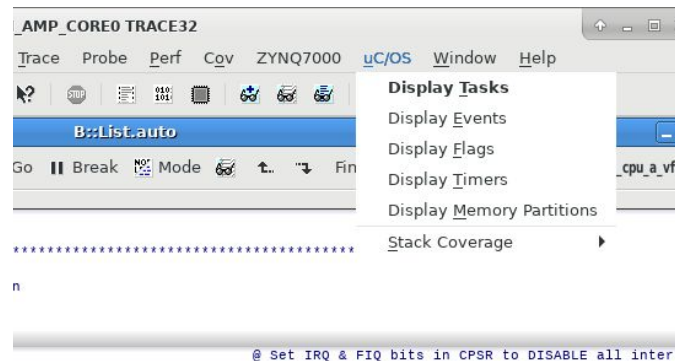

Abbildung 6.1.: Menü zum Inspizieren von Betriebssystemfunktionen
Die Lauterbach Umgebung bietet mehrere Möglichkeiten das Multitasking in UCOS zu überwachen (siehe Abbildung 6.1):
- Wie ist der Task Control Block aufgebaut? (Siehe Abbildung 6.1)